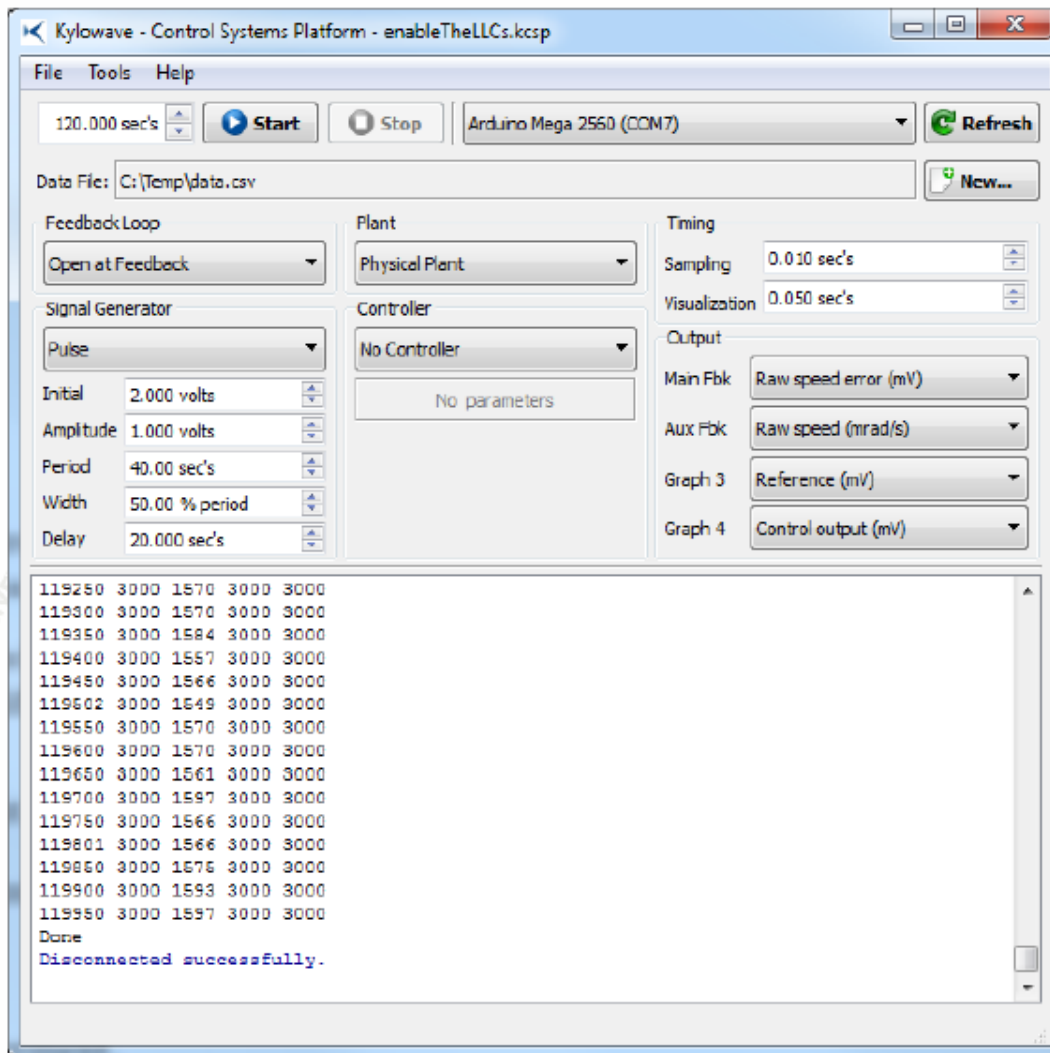

Figure 2 : Réglages de la K-CSP
4. Appliquez les réglages montrés dans la Fig. 2 avec le exception suivante : s'assurer de prendre le bon port de communication.